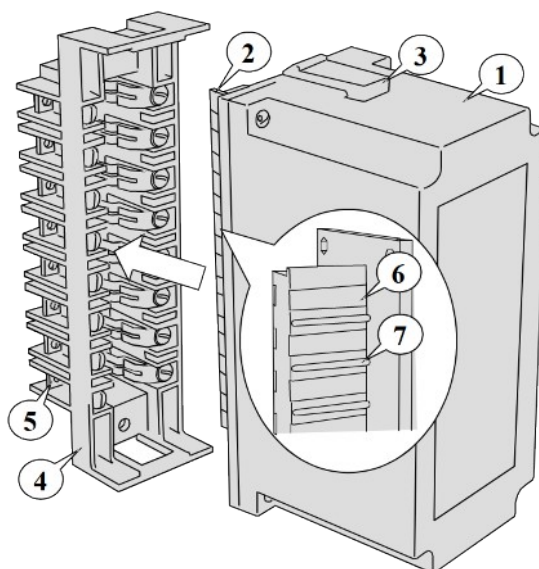

Рисунок 34
8.3.1 Преобразователи имеют унифицированные пластмассовые корпуса штепсельного типа. (рисунок 34).